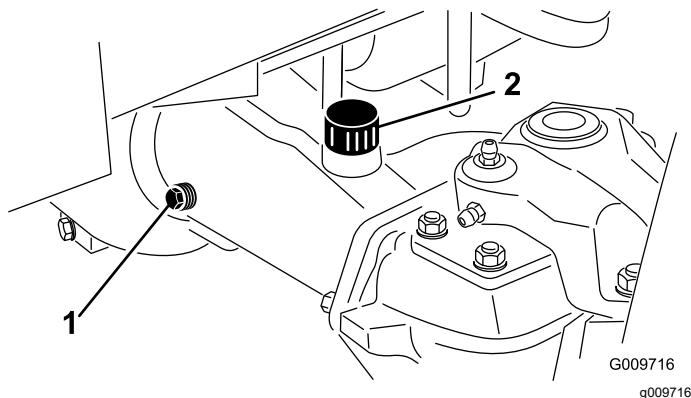

Figure 73
2. Enlevez un bouchon de contrôle à une extrémité du pont arrière et vérifiez que le lubrifiant atteint la base de l'orifice (Figure 73).